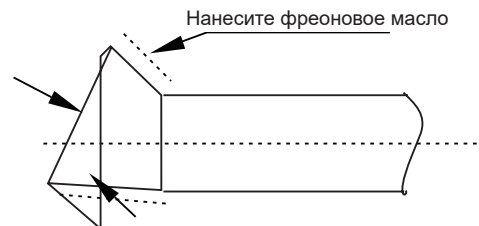

Рисунок 4.3
- Перед установкой гайки на фитинг, нанесите немного фреоновое масло на конусную шайбу (изнутри и снаружи), а затем проверните три или четыре раза до окончательной затяжки. См. рисунок 4.3